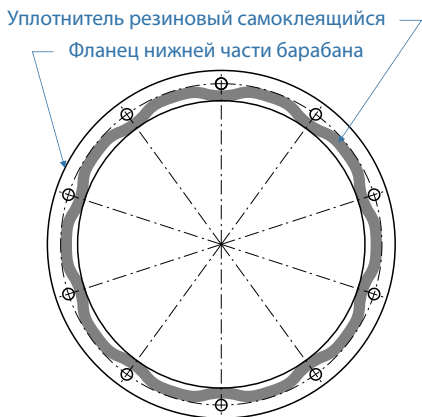

Рис. 8(б)
5. По боковой поверхности фланца дна, вдоль окружности, выверните болты М6 с шайбами поз. 10 и поз. 11 (рис. 8(а)), которые крепят секторы венца поз. 1 к смесительному барабану.